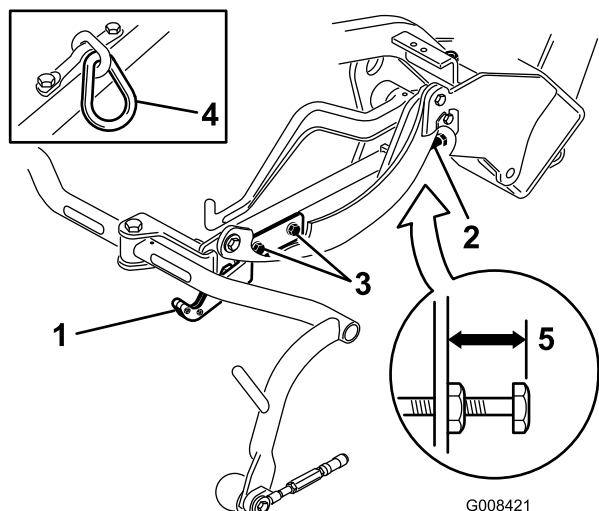
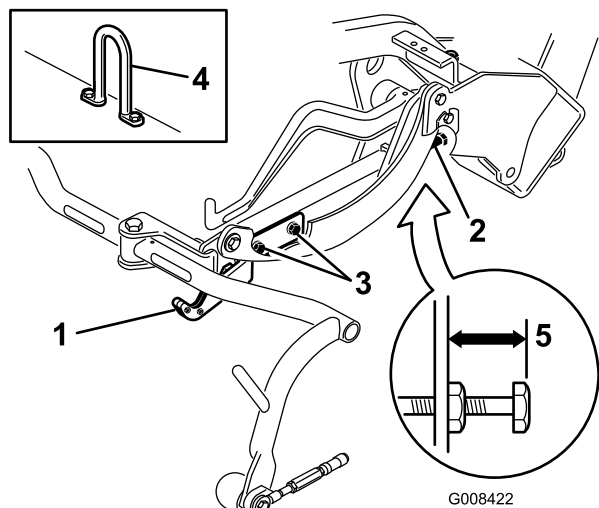

Figura 13
Figura 14
Controllate l'altezza di trasferimento (Figura 13 e Figura 14) e, se necessario, regolatela.
- Sugli apparati di taglio dotati di anello o di gancio di sollevamento diretto (Figura 13 e Figura 14, da applicare), verificate che la distanza tra la parte superiore della vite di regolazione del telaio portante e la parte posteriore del telaio portante sia di 22 mm.
- Allentate le viti di montaggio della piastra di trasferimento (Figura 13, Figura 14 e Figura 12).
- Se i telai portanti non si trovano alla stessa altezza, allentate il controdado della vite di regolazione del telaio portante (Figura 12, Figura 13 e Figura 14). Ruotate la vite, svitandola per sollevare il telaio e avvitandola per abbassarlo. Una volta ottenuta l'altezza desiderata, serrate il controdado.